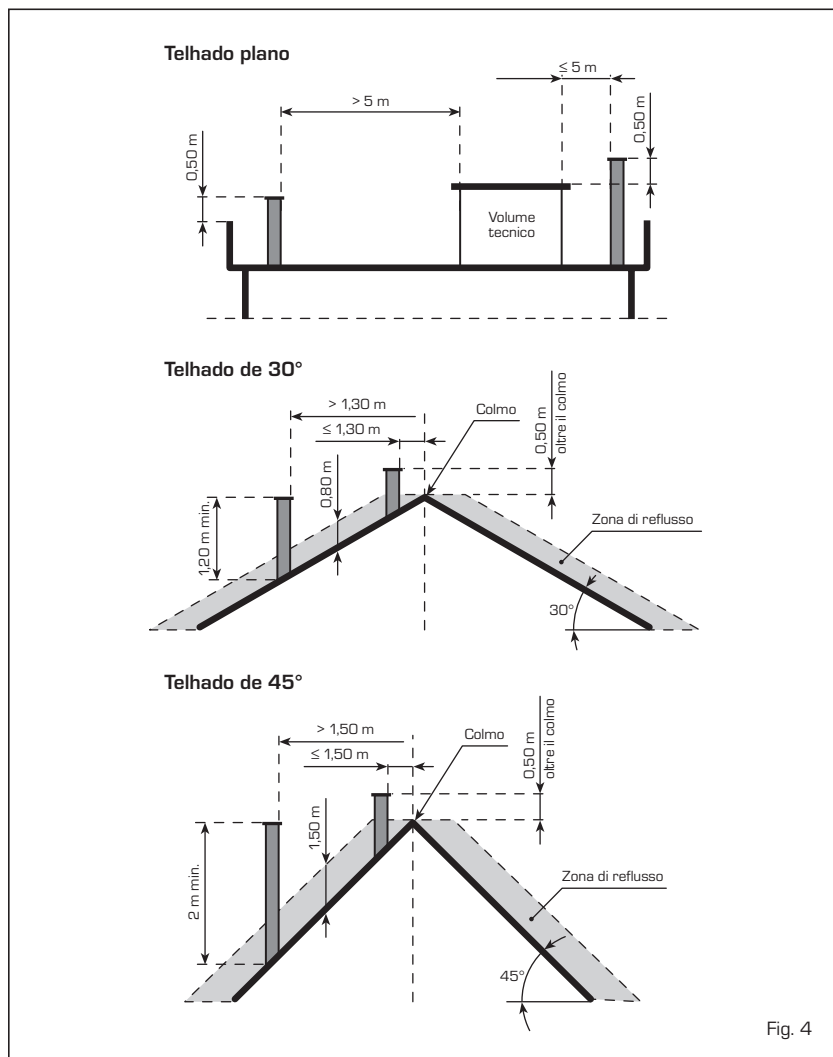

Fig. 4
- être équipé au sommet d'une cheminée débouchant hors de la zone dite de reflux afin d'éviter la formation de contre-pressions empêchant la libre évacuation dans l'atmosphère des produits de combustion. Il est donc nécessaire de respecter les hauteurs minimum indiquées en fig. 4;